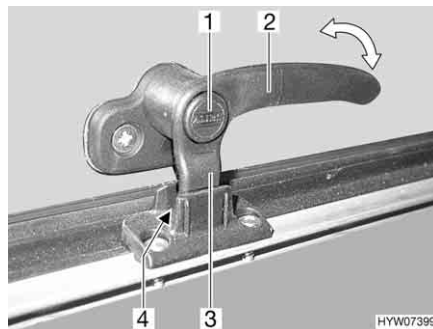
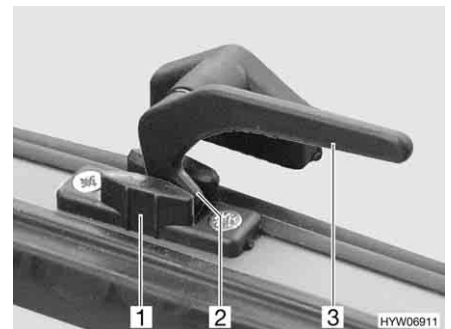

Fig. 75 Palanca de bloqueo con botón de seguridad en la posición de "ventilación continua"
Fig. 76 Palanca de bloqueo en la posición de "ventilación continua"
- En la posición "ventilación continua" (Fig. 75 y Fig. 76)
- Si existe, pulsar el botón de seguridad (Fig. 75,1) y mantenerlo pulsado.
- Girar todas las palanca de bloqueo (Fig. 75,2 ó Fig. 76,3) un cuarto de vuelta hacia el centro de la claraboya.
- Girar de nuevo hacia atrás las palancas de bloqueo. En esto, introducir el saliente de bloqueo (Fig. 75,3 ó Fig. 76,2) en el rebaje del bloqueo de la claraboya (Fig. 75,4 ó Fig. 76,1).